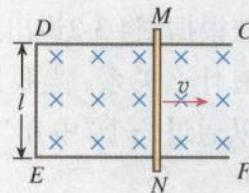

图 4.2-15 金属棒 MN 在金属架上向右匀速运动
7. 如图 4.2-15 所示，固定于水平面上的金属架 CDEF 处在竖直向下的匀强磁场中，金属棒 MN 沿框架以速度  $v$  向右做匀速运动。 $t=0$  时，磁感应强度为  $B_0$ ，此时  $MN$  到达的位置恰好使  $MDEN$  构成一个边长为  $l$  的正方形。为使  $MN$  棒中不产生感应电流，从  $t=0$  开始，磁感应强度  $B$  应怎样随时间  $t$  变化？请推导这种情况下  $B$  与  $t$  的关系式。